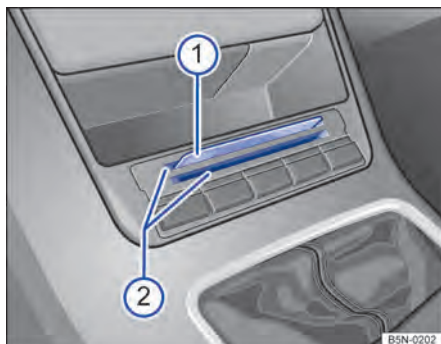

Fig. 119 Na parte inferior do console central: porta-cartões.
No console central inferior ⇒ Fig. 119 ②, bem como no console central superior ⇒ Fig. 7 ② pode haver porta-objetos para colocação, por exemplo, de moedas, cartões de abastecimento ⇒ Fig. 119 ①, cartões de estacionamento ou semelhantes.